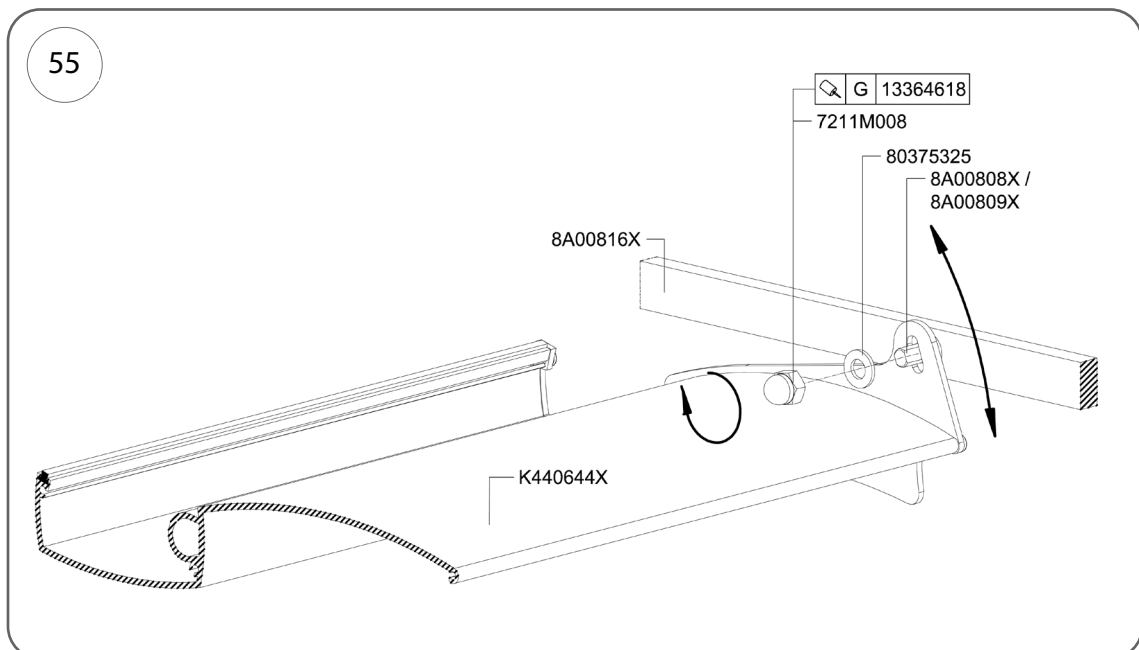

Abb. 55
4. Prüfen Sie in der geschlossenen Endposition den gegenseitigen Kontakt der Lamellenprofile. Es ist erforderlich, dass das Profil K440644X mit der Dichtung Kat.-Nr. 8G00309X in Kontakt steht. Sollte der oben genannte Kontakt nicht vorhanden sein, korrigieren Sie die Position der Lamellen mithilfe des Einstellsystems gemäß Abb. 55. Nach der Ausrichtung des Daches sichern Sie die Position der Lamellen durch Anziehen der Sicherungsmutter Kat.-Nr. 7211M008. Tragen Sie auf das Gewinde Gewindedichtmittel Kat.-Nr. 13364618 auf.